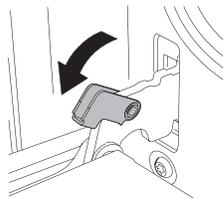

Figure 1
1. Pour retirer la porte, ouvrez la porte jusqu'à l'angle maximum. Tirez ensuite la boucle de la charnière de la porte vers l'arrière. (Figure 1)